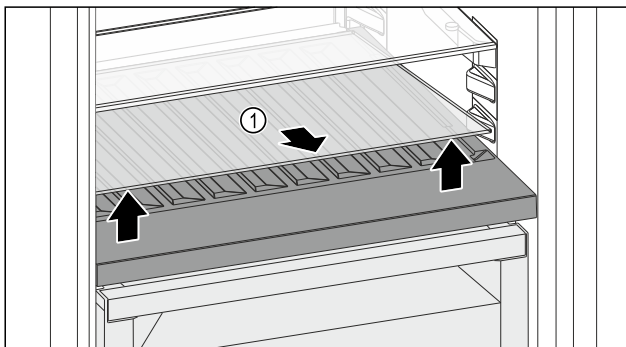

Fig. 98
- ▶ Levante la placa de vidrio Fig. 98 (1) por la entalladura de la parte delantera y retírela.
- ▶ Guarde la placa de vidrio Fig. 98 (1) de forma segura fuera del electrodoméstico.